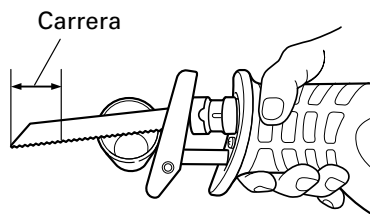
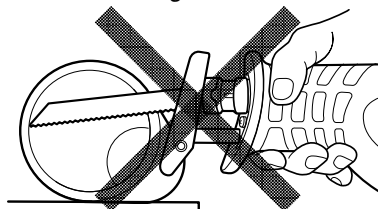
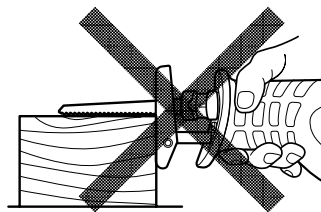

Fig. 15
Fig. 16
Fig. 18
- **Seleccione una hoja de sierra del largo más apropiado. Lo ideal sería que el largo que sobresale de la base de la hoja de sierra después de restar la carrera sea mayor que el del material (consulte las Fig. 15 y 17). Si corte un tubo grande, una pieza de madera grande, etc., que exceda la capacidad de corte de la hoja, existiría el riesgo de que la misma no haga contacto con la pared interior del tubo, madera, etc., y podrían producirse daños. (Fig. 16, Fig. 18)**